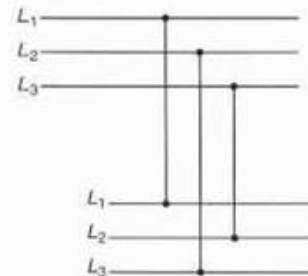

Fig. 6.31.
- Un motor trifásico se ha conectado a una línea de alimentación de la siguiente manera (Fig. 6.31):